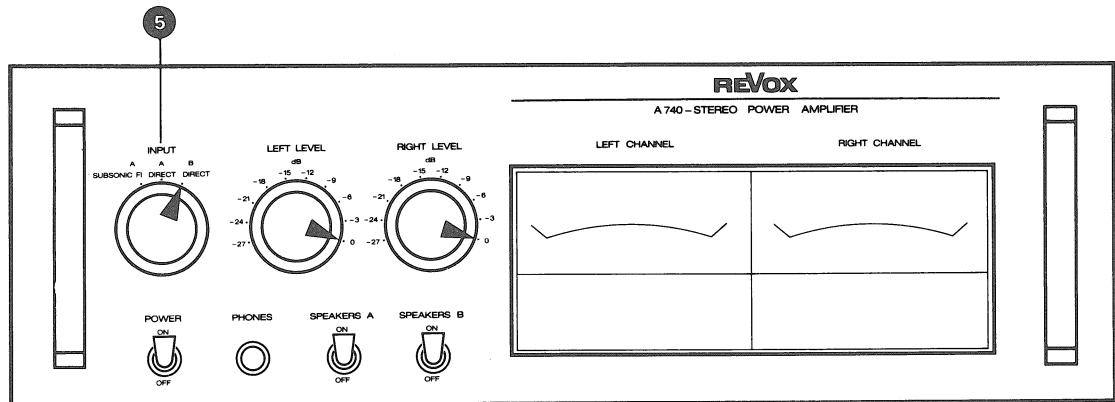

Fig. 5.2.-1
- Bedienungselemente nach Fig. 5.2.-1 einstellen.
- NF-Voltmeter an Ausgang LEFT CHANNEL (18) anschliessen.
- NF-Generator an Eingang LEFT CHANNEL (14) anschliessen.
- NF-Voltmeter an Ausgang RIGHT CHANNEL (17), NF-Generator an Eingang RIGHT CHANNEL (13) anschliessen.
- Adjust operating controls as per fig. 5.2.-1.
- Connect audio voltmeter to output LEFT CHANNEL (18).
- Connect audio generator to input LEFT CHANNEL (14).
- Connect audio voltmeter to output RIGHT CHANNEL (17).
- Connect audio generator to input RIGHT CHANNEL (13).
- Organes de commande selon la fig. 5.2.-1.
- Voltmètre BF à la sortie LEFT CHANNEL (18).
- Générateur BF à l'entrée LEFT CHANNEL (14).
- Klirrfaktor-Messgerät an Ausgang LEFT CHANNEL (18) anschliessen.
- Connect distortion analyser to output LEFT CHANNEL (18).
- Connect audio generator to input LEFT CHANNEL (14) and adjust input level to 1 V.
- Distorsiomètre à la sortie LEFT CHANNEL (18).
- Klirrfaktor-Messgerät an Ausgang RIGHT CHANNEL (17), NF-Generator an Eingang RIGHT CHANNEL (13) anschliessen.
- Connect distortion analyser to output RIGHT CHANNEL (17) and audio generator to input RIGHT CHANNEL (13).
- Distorsiomètre à la sortie RIGHT CHANNEL (17). Générateur à l'entrée RIGHT CHANNEL (13).
- Bedienungselemente nach Fig. 5.2.–1 einstellen.
- Adjust operating controls as per fig. 5.2.–1.